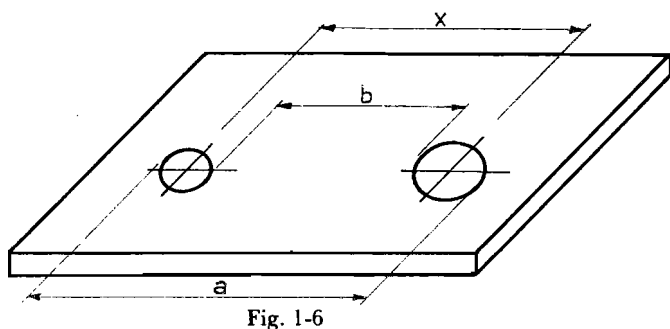

Fig. 1-6
2.3. Medición entre centros de agujeros de distinto diámetro.—Medir la cota máxima o distancia exterior **a** y la cota mínima o interior **b**. (fig. 1.6).